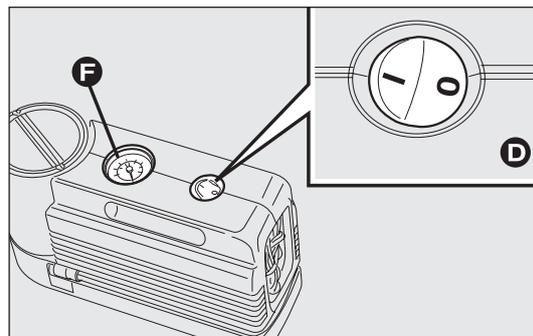
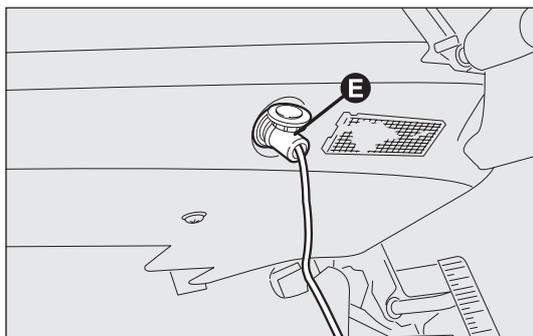

fig. 153
fig. 154
- s'assurer que l'interrupteur D-fig. 153 du compresseur est en position 0 (éteint), démarrer le moteur, insérer la goupille E-fig. 154 dans la prise de courant et actionner le compresseur en plaçant l'interrupteur D-fig. 153 en position I (allumé). Gonfler le pneu à la pression indiquée dans le paragraphe « Pression de gonflage » du chapitre « Caractéristiques techniques ».
Pour plus de précision dans la lecture, il est préférable de vérifier la valeur de la pression sur le manomètre F-fig. 153 avec le compresseur éteint ;